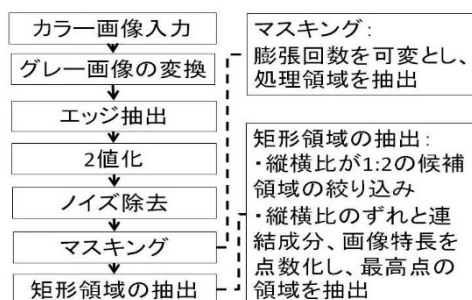

図2 ナンバープレート抽出の処理手順
- 距離検出：自動車画像（図1）からナンバープレート領域画像を抽出し、その後図2、図3に示す処理により、候補領域を絞り込みます。次に、ナンバープレートの幅と高さ及びその比により、車載カメラから車までの距離を算出します。